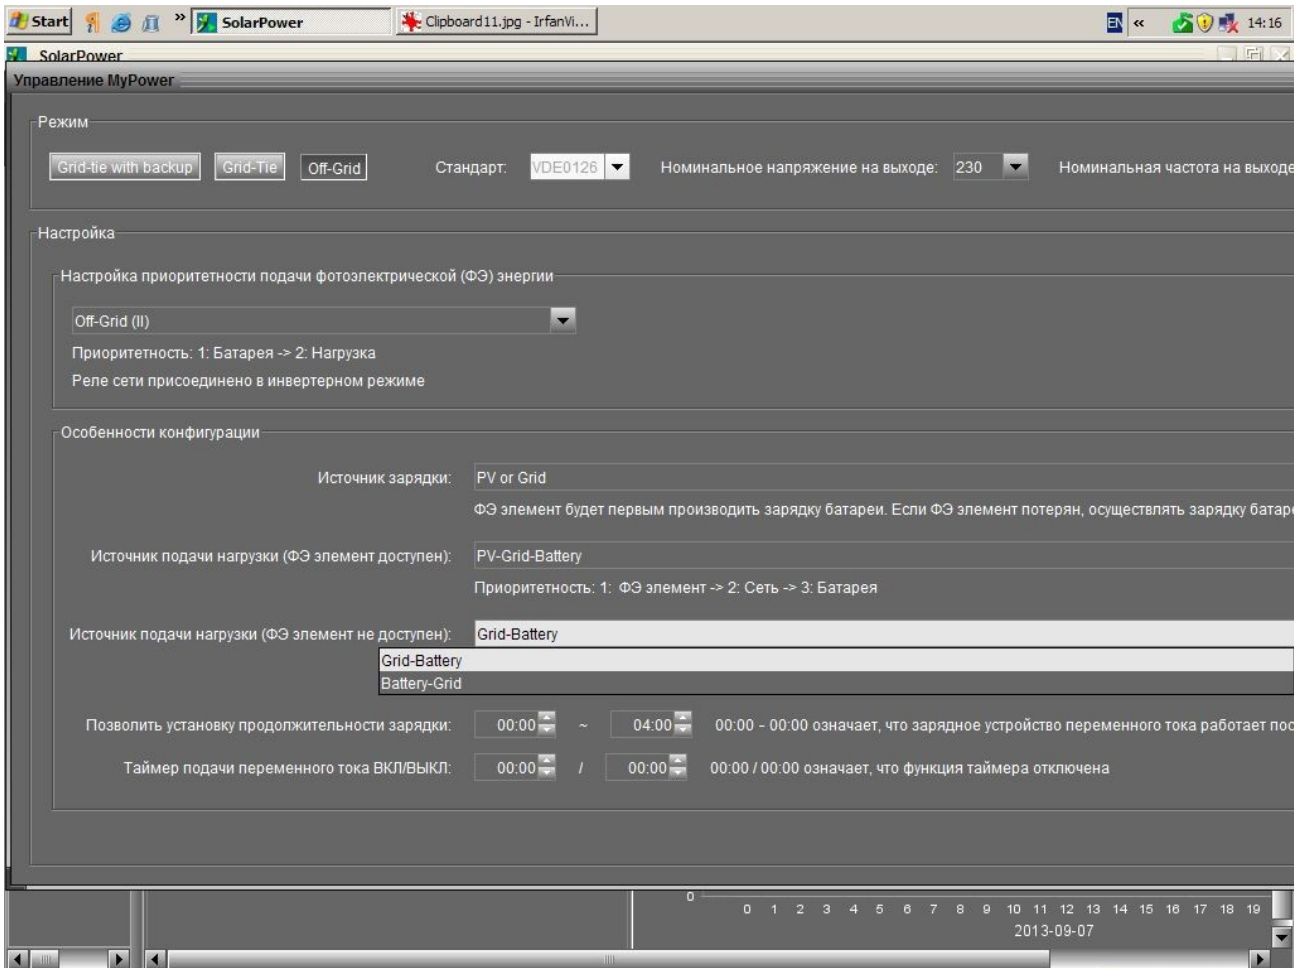

Рис. 11-7. Режим Off-grid (II)
- **Off-grid (II)** (см. рис. 11-7)